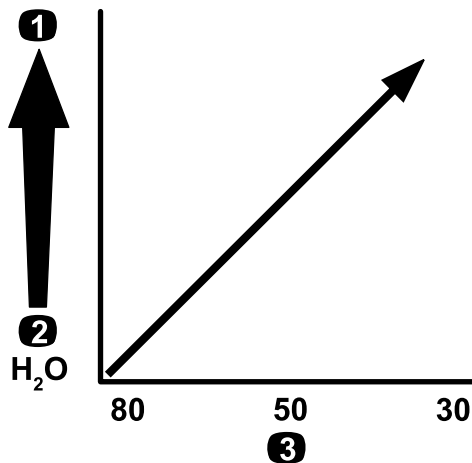

图 21
**重要事项** 当使用更高粘度更稠的化学品或含可湿性粉剂的溶液喷洒时可能需要使用适用于可选吸入式过滤器的更粗网孔请参阅图 21。